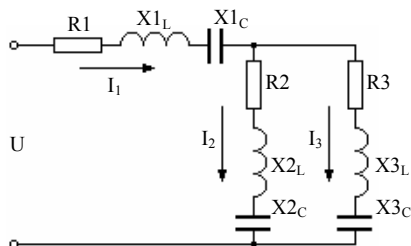

Рис. 7.3
**3. Исходные данные.** К источнику переменного тока с напряжением  $U$  подключена электрическая цепь (рис. 7.3). Значения параметров цепи и ток в одной из ветвей приведены в табл. 7.3.